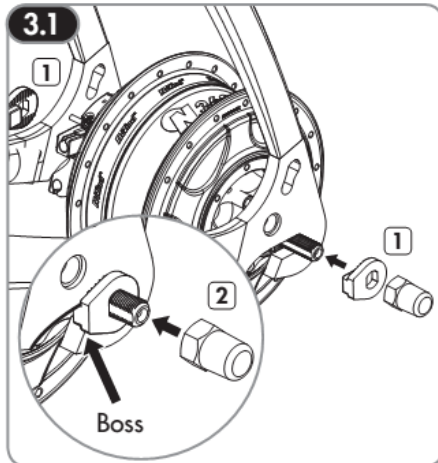

Abbildung 11: Die Sicherungsscheiben und Radmuttern wieder einsetzen
- 5 - Die Sicherungsscheiben wie in Abbildung 11 einsetzen, dann die Radmuttern mit einem Anzugsmoment von 30 Nm festziehen.